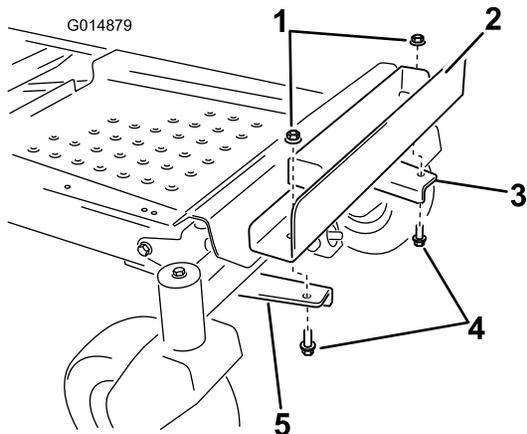

Figure 8
6. Montez le support de fixation de masse sur les supports de montage (Figure 8). Alignez les trous intérieurs du support sur les supports de montage montés précédemment. Veillez à bien centrer le support sur le bâti. Fixez avec les deux boulons (3/8 x 1 pouce) et les deux contre-écrous (3/8 pouce).